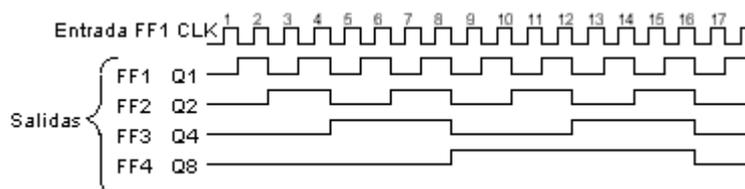

Figura 2: Diagrama de tiempos de un contador mod-16
El circulito en la entrada de reloj (CLK) de los flip-flops, nos indica que trabajan o conmutan con lógica negativa, es decir, que se activan en la transición de ALTA a BAJA (flanco posterior) del pulso de reloj y la salida del FF1 (QA) va del nivel BAJO al ALTO dando como resultado la cuenta binaria 0001. En el pulso 2, en la transición del nivel ALTO a BAJO, FF1 se desactiva pasando su salida del nivel ALTO a BAJO, activando el FF2, conmutando la salida del nivel BAJO a ALTO generando la cuenta 0010, en el pulso 3 del reloj se activa FF1 generando la salida 0011, porque FF2 se encuentra en mantenimiento teniendo su salida (QB) activada, en el siguiente pulso se incrementa la cuenta a 0100, según se observa en el diagrama de tiempo de la figura 2.